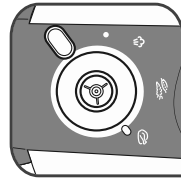

fig. 6
- Gire la válvula (**A**) para colocarla en línea con la marca de posicionamiento (**G**) hasta la figura siguiente:  - Fig. 6.